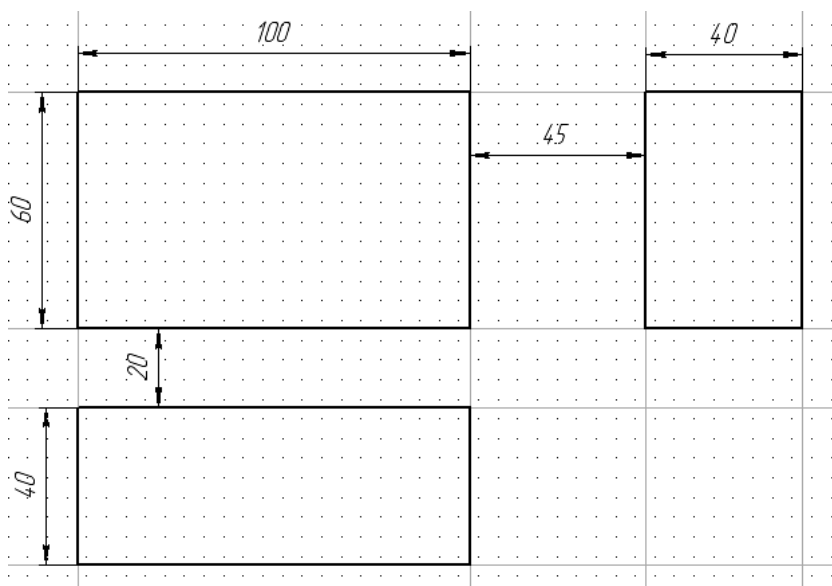

Рисунок 4.9 – Создание копий прямых
5. Постройте вертикальную прямую и сделайте ее копии на расстоянии 100, 45 и 40 мм (рисунок 4.9): 100 – длина детали, 45 – расстояние между главным видом и видом сбоку, 40 – ширина детали.
6. Постройте горизонтальную прямую и сделайте копии на расстоянии 40, 20, 60 мм (рисунок 4.9): 60 – высота детали, 20 – расстояние между главным видом и видом сверху, 40 – ширина детали.